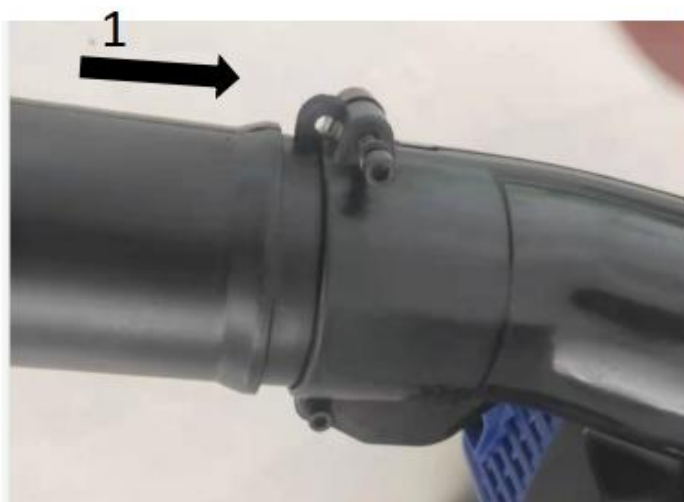

Рисунок 1
ИСПОЛЬЗОВАНИЕ В КАЧЕСТВЕ ОБДУВАТЕЛЯ (рис.1, 2, 3, 4).
- снимите винт воздуховыпускного патрубка двигателя, совместите отверстие для крепления первой воздуходвунной трубки с выступом воздуховыпускного отверстия и вставьте первую воздуходвунную трубку (рис.1).